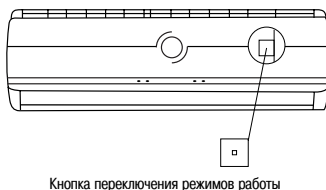

Рис. 3
2. Установите переключатель режимов работы (рис. 3) в положение "AUTO". Кондиционер начнет работать в АВТОМАТИЧЕСКОМ режиме.